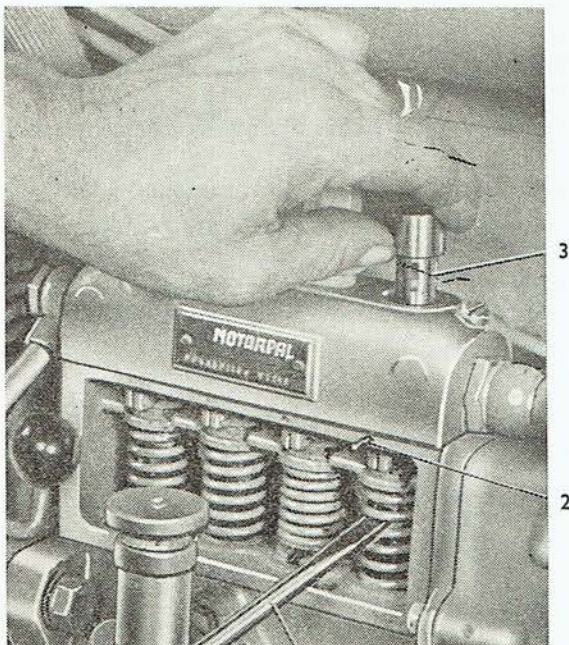
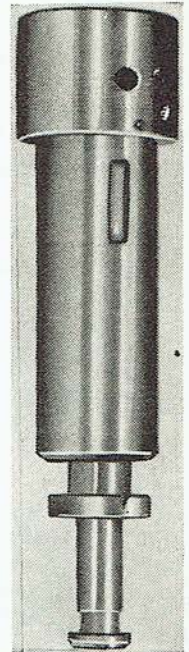
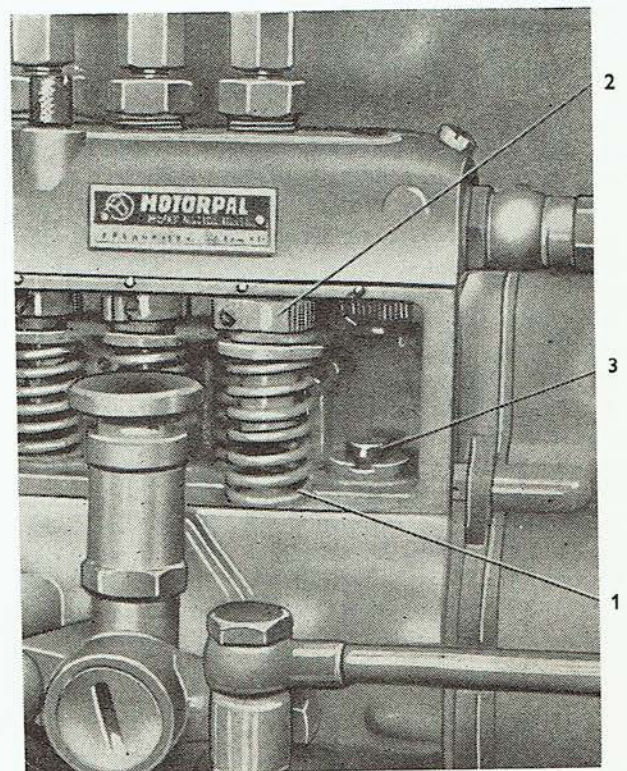
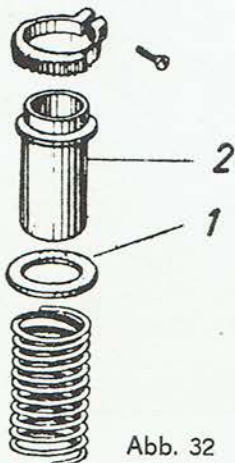

Abb. 29
Abb. 30
Abb. 31
Abb. 32
4. Mit Hilfe einer Vorrichtung oder eines Schraubenziehers (Abb. 29/1), der unter den Kolbenkopf eingelegt wird, ist auf den Kolben zu drücken. Durch Herausdrücken des Kolbens wird der Sicherungsstift (Abb. 29/2) aus der Zylindernut (Abb. 29/3) herausgeschoben und dann kann der Kolben mit Zylinder (Abb. 30) leicht von oben herausgenommen werden.
5. Durch Zusammenpressen und Abdrücken der Kolbenfeder (Abb. 31/1) mit dem oberen Federteller (Abb. 32/1) und der Regelhülse (Abb. 31/2) kann sowohl die Regelhülse als auch die Kolbenfeder leicht herausgenommen werden. Bei dem Herauschieben muss auf die Ausgleichsunterlagscheibe (Abb. 31/3) geachtet werden. Die Feder ist auszuwechseln und die Regelhülse in umgekehrtem Arbeitsvorgang einzubauen. Bei Rückmontage ist darauf zu achten, dass die Regelhülse (Abb. 32/2) gegenüber den anderen Hülse in richtiger Lage montiert wird. Es ist auch darauf zu achten, dass sich die Zylindernut (Abb. 29/3) genau gegenüber der Öffnung im Sicherungsstift (Abb. 29/2) in der Pumpe befindet und dass sich der Stift in diese Nut leicht einpassen lässt; keine Gewalt darf angewendet werden. Vor der Montage sind die Elemente von Konservierungsfett zu reinigen — Achtung auf Verwechslung von Kolben und Zylinder.
Nach Entfernung des Konservierungsfettes und Durchspülung mittels Kraftstoff muss der Kolben durch Eigengewicht in den Zylinder (Abb. 30) einfallen.